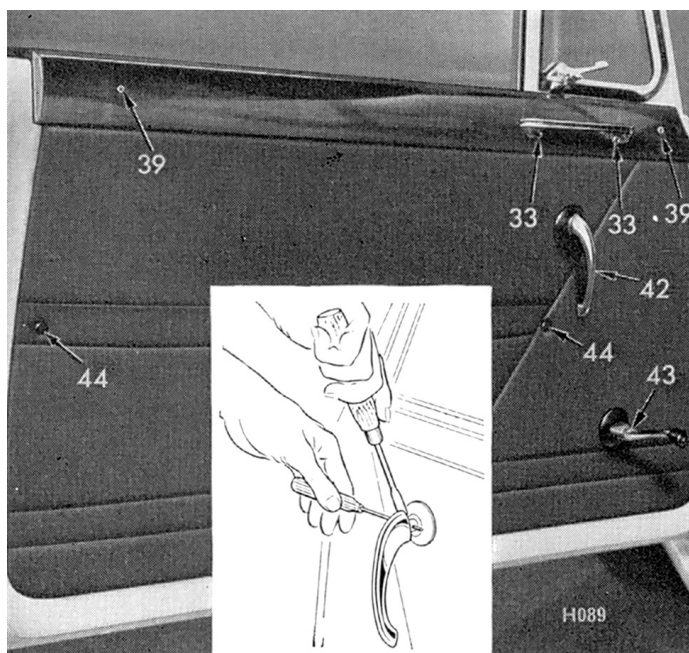

Fig. 63. Fixations du panneau de portière
1. Dépose (Fig.63)
- Retirer quatre vis (33) et (39) retenant les garnitures en bois à la portière (Vitesse 6 uniquement).
- Défaire deux attaches-pression (44), dévisser les vis visibles (48) et retirer les rondelles (Vitesse 6 uniquement).
- Démonter les deux poignées intérieures (42 et 43) en pressant les plaques de finition (40) fermement contre le panneau de portière et en extrayant les goupilles (41).
- Retirer les ressorts (47) des axes.